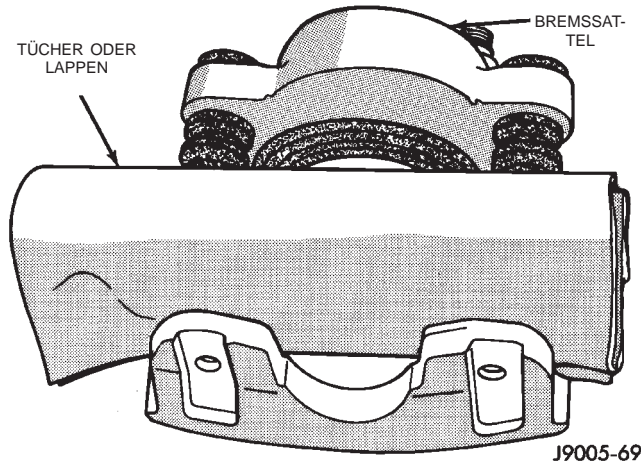

Abb. 46 Innenseite des Bremssattels polstern
(1) Die Bremsbeläge ausbauen.
(2) Die Bremsflüssigkeit aus dem Bremssattel ablassen.
(3) Ein Stück Holz mit einer 2,5 cm (1 Zoll) dicken Lage aus Papiertüchern oder Stofflappen polstern. Dieses Stück Holz im Bremssattel vor dem Kolben plazieren, um den Kolben beim Ausbau zu schützen. (Abb. 46)